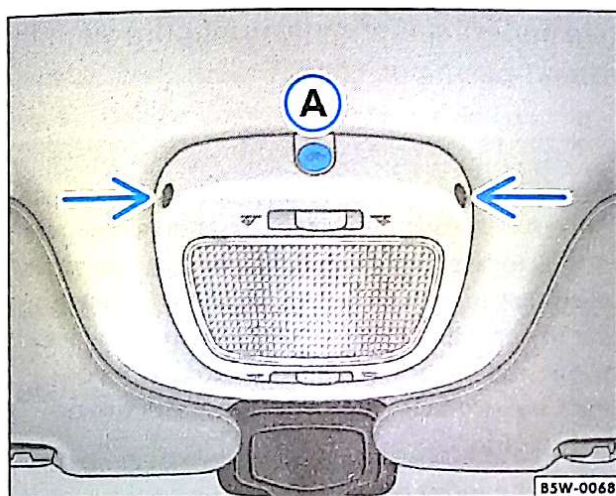

Fig. 49 Botão para desativar o monitoramento do compartimento interno
- Aperte o botão ⇒ fig. 49 (A). Durante 20 segundos, a luz de controle do interruptor, localizada ao lado do pino de travamento da porta do condutor, piscará mais rápido.
O monitoramento do compartimento interno é automaticamente ativado em conjunto com o sistema de alarme. O sensor e o receptor estão localizados no conjunto da lanterna de leitura ⇒ fig. 49 -setas-. Para não prejudicar o funcionamento do monitoramento do compartimento interno, estes sensores não devem ser cobertos.